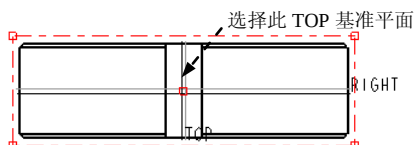
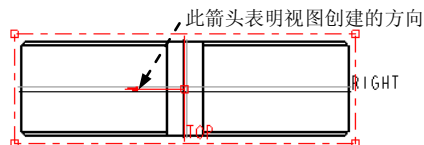

图 3.8.12 选取参照平面
图 3.8.13 选择视图的创建方向
Step6. 在系统 **给半视图的创建选择参照平面。** 的提示下, 选取图 3.8.12 所示的 TOP 基准平面 (如果在视图中基准平面没有显示, 需单击  按钮显示基准平面)。此时视图如图 3.8.13 所示, 图中箭头为半视图的创建方向 (箭头指向左侧表示仅显示左侧部分, 箭头指向右侧表示仅显示右侧部分); 单击“反向保留侧”按钮  使箭头指向右侧; 将 **对称线标准** 设置为 **对称线**; 单击对话框中的 **应用** 按钮, 系统生成半视图。